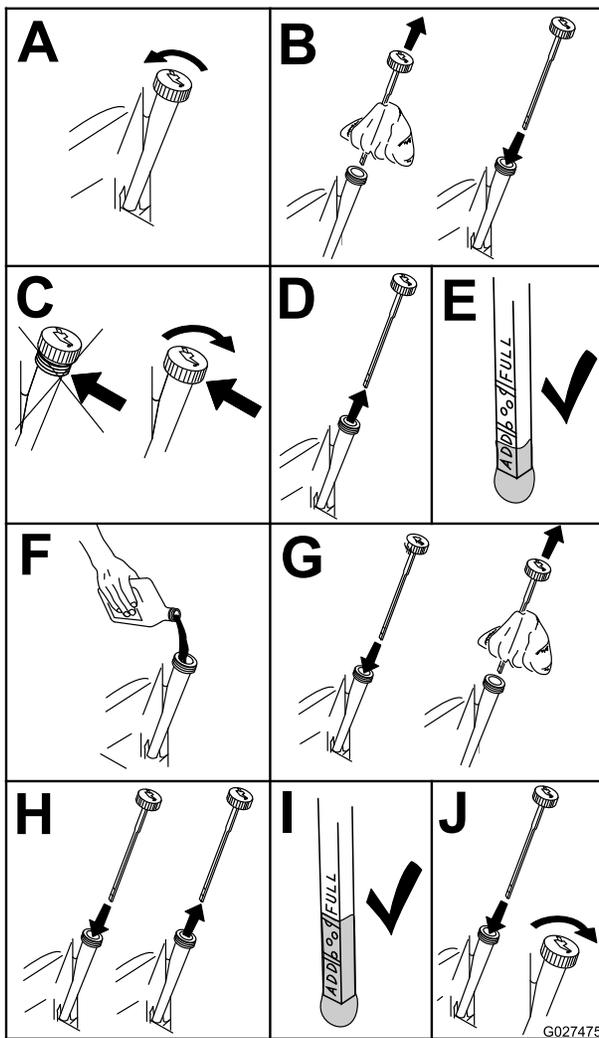

Figura 44
4. Compruebe el nivel de aceite del motor (Figura 44).